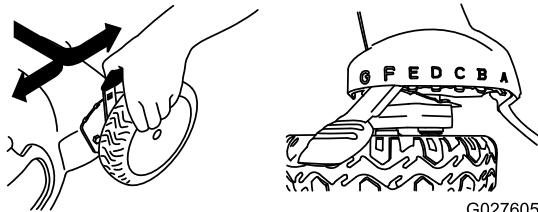

Bild 13
**Hinweis:** Schieben Sie zum Anheben der Maschine alle vier Schnitthöhenhebel nach vorne. Schieben Sie zum Absenken alle nach hinten (Bild 13).